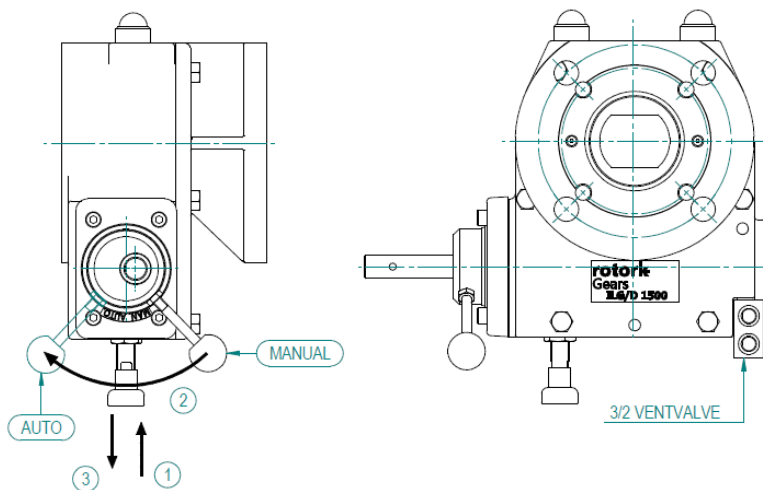

Figure 8: Réducteur ILG/D
2. Avant l'opération manuelle, il faut mettre le réducteur en mode manuel. Pour ce faire, reportez-vous à la figure 8 et suivre les points suivants :
- i. Tirez le bouton vers l'extérieur (3). Maintenez le bouton dans cette position.
- ii. Tournez le levier dans le sens antihoraire (2) et relâchez le bouton. Continuez à tourner le levier jusqu'à ce que le bouton retombe dans la position de verrouillage (1).